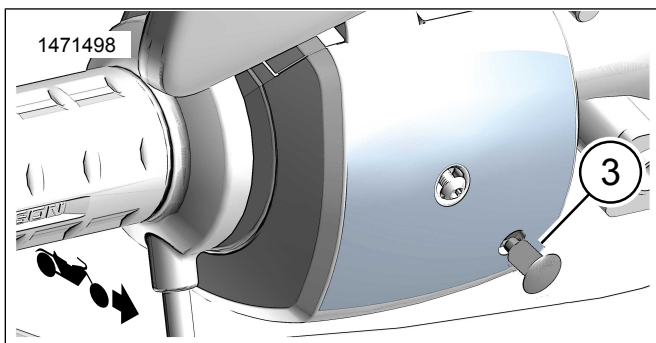

Figura 6. Tappo
6. Vedere la figura 6. Installare il **nuovo** tappo.